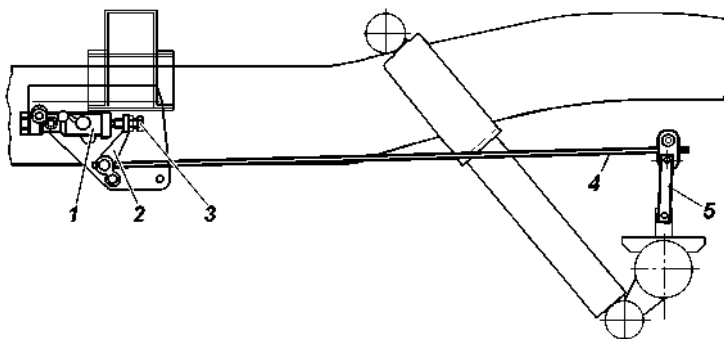

Рис. 9.30. Привод регулятора давления:
В процессе эксплуатации и при замене задних рессор, необходимо регулировать усилие упругого рычага 4 (рис. 9.30) на поршень регулятора. Регулировку производите в следующей последовательности:
5. Вращением гаек 4 и 6, выберите слабины тросов 1, 7, 8. При этом необходимо выдержать размер  $\Gamma=1$  мм (min),  $D=35$  мм (min) и разницу размеров М и Н не более 6 мм (рис. 9.30). При выборе слабины тросов, перемещение рычагов 9 не допускается.